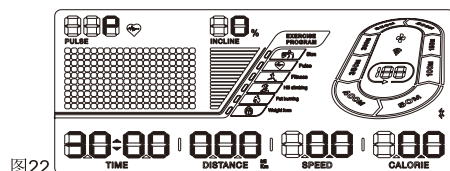

图22
1. 在跑步机处于待机状态下,长按面板上的Training Prog键,此时屏幕上的时间窗口闪烁,默认的时间为30分钟,按SPEED(速度)的+(增加)/-(减少)键调整您的理想训练时间。(图22所示)。